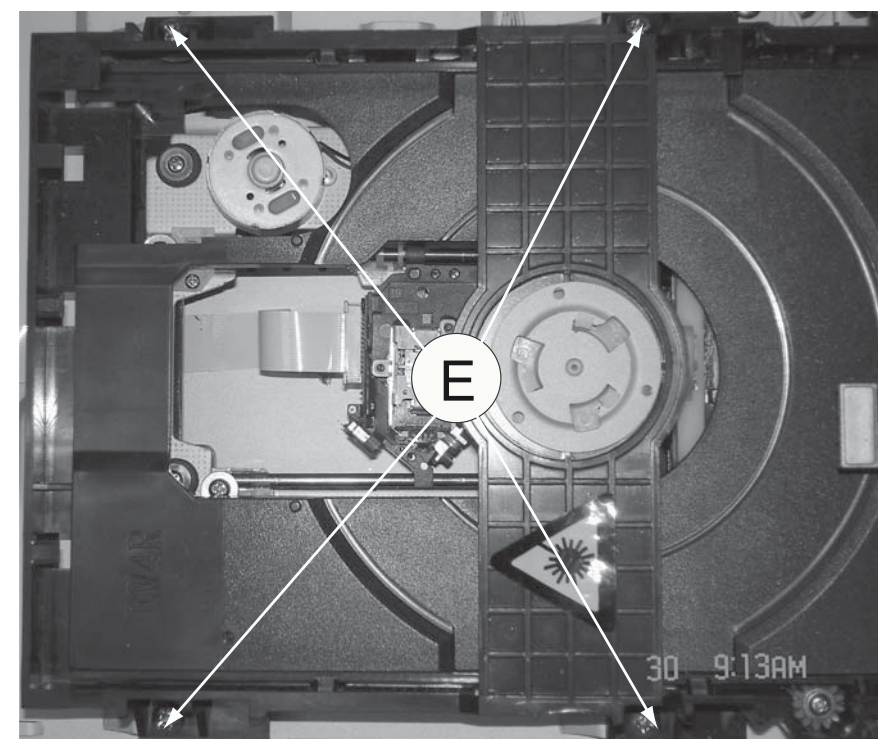

Figura 9
- 1) Solte os 4 parafusos "E" para remover o Módulo DVD como mostra a figura 9